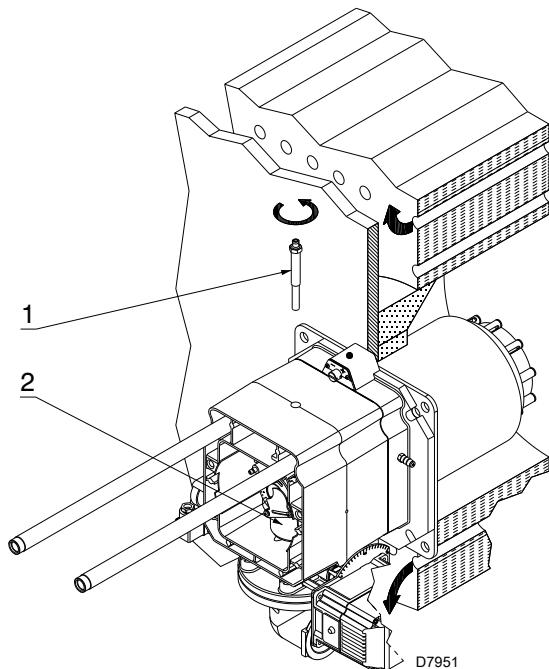

图 14
- 拆下螺丝 1( 图 14)
- 取出燃烧头的内部部件 2( 图 14)，进行调节。
在安装的这一步中，将燃烧头固定到锅炉上，如图 14 所示。